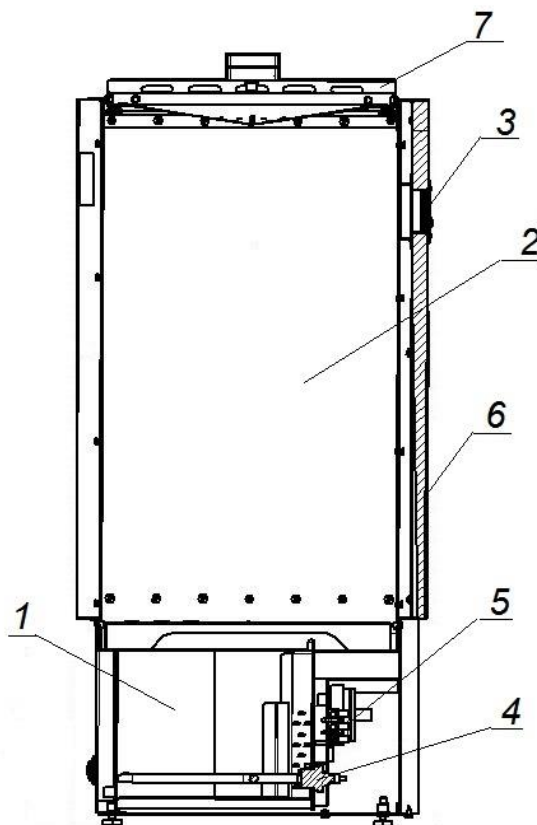

Рис.2. Внешний вид запарника в разрезе.
- Бак для кипячения воды (Поз.1, Рис. 2).
- Контейнер для веников (Поз.2, Рис. 2).
В нижней части Изделия расположен бак из нержавеющей стали (Поз.1, Рис. 2) с установленным в нем ТЭНом (Поз.4, Рис. 2). Над баком находится контейнер для веников (Поз.2, Рис. 2), изготовленный из нержавеющей стали и обшитый деревянными рейками (Поз.6, Рис. 2). Бак для воды и контейнер для веников разделены перфорированной решёткой. Контейнер для веников закрывается крышкой (Поз.7, Рис. 2).
1.4.4. На лицевой стороне Изделия расположена панель управления с индикатором и кнопками (Поз.3, Рис. 2). Индикатор показывает в процентном отображении от 220В величину напряжения подаваемого на ТЭН установленный в водяном баке парогенератора и служащий для нагрева воды. Кнопки под индикатором позволяют регулировать уровень мощности водяного ТЭНа от 0% до 100%. Блок управления нагревом воды (Поз.5, Рис. 2) и клеммы для электрического подключения расположены за передней, декоративной панелью основания.